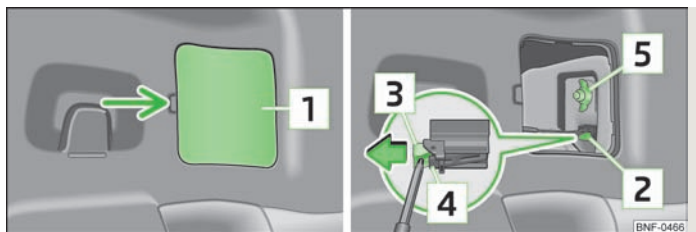

Abb. 124 Rückleuchte ausbauen
- Die Abdeckung » Abb. 124 abhebeln, unter die Unterkante der Verriegelung den Schraubendreher » Seite 129, Bordwerkzeug einschieben und die Verriegelung am Stecker in Pfeilrichtung ziehen.